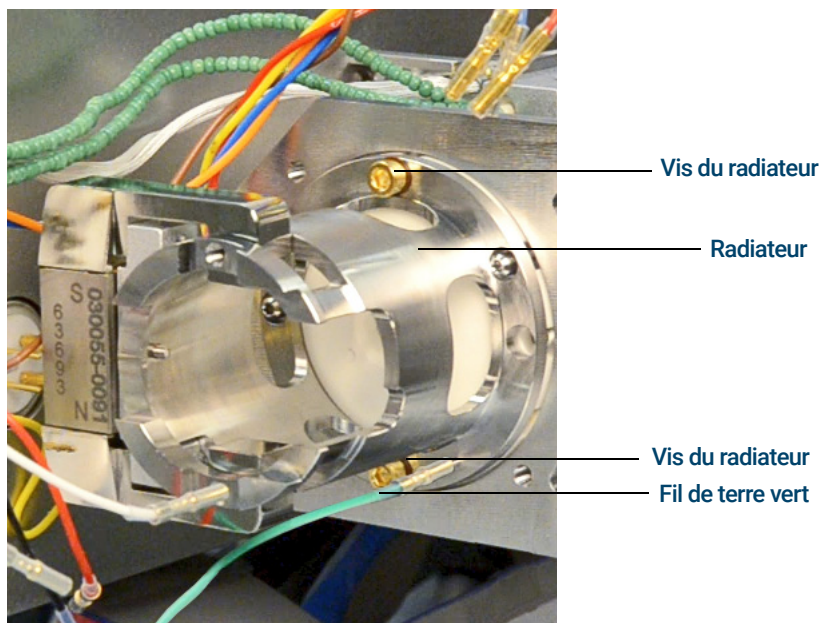

Figure 76. Radiateur de la source CI/EI XTR
- 2 Débrancher le fil de terre vert du radiateur. (Voir **Figure 76**.)